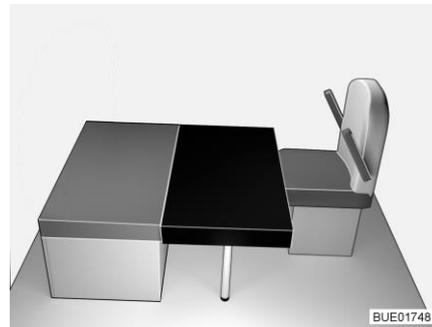

Fig. 163 Después de la transformación
- Colocar el cojín adicional cuadrangular en la mesa (delante del cojín del asiento del banco, véase Fig. 163).